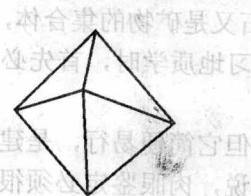

图1 磁铁矿晶形
1. 观察单晶体的形态 常见矿物单晶体的形态如 图 1~8 所示。